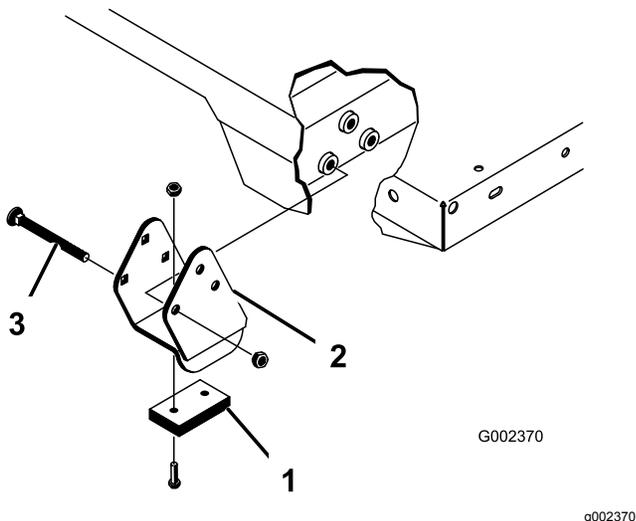

Figura 42
**Nota:** Certifique-se de que os suportes dos espaçadores e os bloqueios contra desgaste (Figura 42) foram instalados na cabeça das porcas no interior da máquina.
2. Coloque a plataforma com cuidado no chassis, alinhando os orifícios posteriores da placa articulada da plataforma com os orifícios do canal traseiro e coloque dois passadores de forquilha e pinos de sujeição (Figura 42).
4. Introduza o passador de forquilha na parte exterior da plataforma com o pino de sujeição virado para fora (Figura 42).